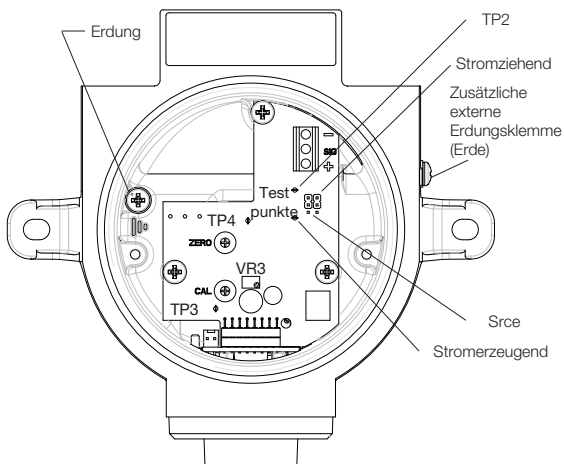

Abbildung 12: **Xgard Typ 5**, FBG-Anordnung
Alle Anschlüsse werden über die Klemmschrauben an der FBG im Anschlusskasten vorgenommen. Die Anschlusspunkte sind mit '+', 'sig' und '-' gekennzeichnet, und beim Anschluss des Detektors an eine Kontrolleinheit ist auf die korrekte Polarität zu achten. **Xgard Typ 5** ist ab Werk als stromziehendes Gerät ausgelegt, sofern bei der Bestellung nicht anderweitig angegeben. Um das Gerät auf stromerzeugend umzustellen, Anschlusskasten öffnen und die beiden Steckverbindungen an der Verstärker-FBG von "stromziehend" auf "stromführend" umstellen, wie in Abbildung 12 dargestellt.
Hinweis: Das interne Erdungsterminal (siehe Abbildung 12) soll als Erdungsmittel für den **Xgard**-Gasdetektor verwendet werden. Das externe Erdungsterminal (siehe Abbildung 12) ist nur ein zusätzlicher Verbindungsanschluss, und ist nur dort zu verwenden, wo die örtlichen Behörden eine solche Verbindung erlauben bzw. vorschreiben. Um die Radiofrequenz-Schnittstelle zu beschränken, sollten der Anschlusskasten und die Kabelbewehrung an der Kontrolleinheit geerdet werden. Es ist dafür Sorge zu tragen, dass die Erdableitung nur in einem sicheren Bereich vorgenommen wird, um Erdfehlerschleifen zu vermeiden.
5. Bevor mit der Kalibrierung des Detektors begonnen werden kann, müssen die Pellistoren abgeglichen werden. Hierzu Deckel der FBG entfernen und digitales Voltmeter (DVM) an die mit 'TP3' und 'TP4' markierten Testpunkte an der Verstärker-FBG anschließen, wie in Abbildung 12 dargestellt. Das DVM ist auf den Gleichstrom-mV-Bereich einzustellen, und das mit 'VR3' gekennzeichnete Potentiometer ist so einzustellen, dass das DVM 0,00 mV anzeigt. Deckel der FBG wieder anbringen.
6. Um den Detektor auf Null zu setzen, DVM erneut an die mit 'TP1' und 'TP2' gekennzeichneten Testpunkte an der Verstärker-FBG anschließen, wie in Abbildung 12 dargestellt.